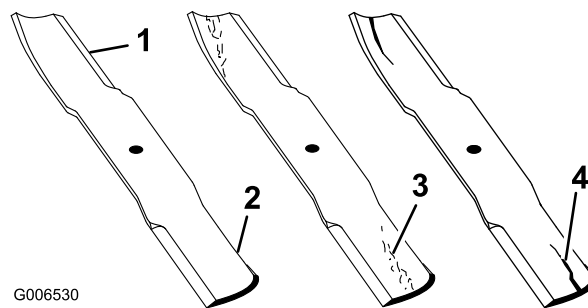

Figure 47
1. Examinez le tranchant des lames (Figure 47). Si les lames ne sont pas tranchantes ou si elles présentent des indentations, déposez-les et aiguisiez-les (voir Aiguisage des lames).
2. Inspectez les lames, surtout la partie relevée (Figure 47). Remplacez immédiatement toute lame usée ou qui présente une fissure ou une entaille (repère 3 de la Figure 47).
2. Vérifiez l'équilibre de la lame en la plaçant sur un équilibreur (Figure 51). Si la lame reste horizontale, elle est équilibrée et peut être utilisée. Si la lame est déséquilibrée, limez un peu l'extrémité de la partie relevée seulement (Figure 47). Répétez la procédure jusqu'à ce que la lame soit équilibrée.